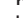

Abb. 322 Tankklappe aufklappen / Tankverschluss herausdrehen / Tankverschluss auf die Tankklappe stecken
- Auf die Tankklappe in Pfeilrichtung 1 drücken und diese in Pfeilrichtung 2 aufklappen » Abb. 322.